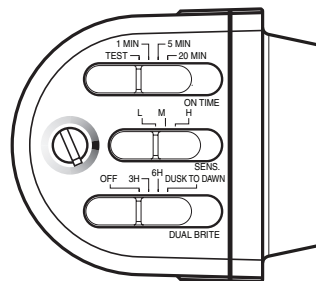

Figura 7
2. Deslice el interruptor de sensibilidad (SENS) a la posición “LO”, el interruptor ON-TIME a la posición TEST, y el interruptor DUALBRITE a la posición OFF (vea la Figura 7).